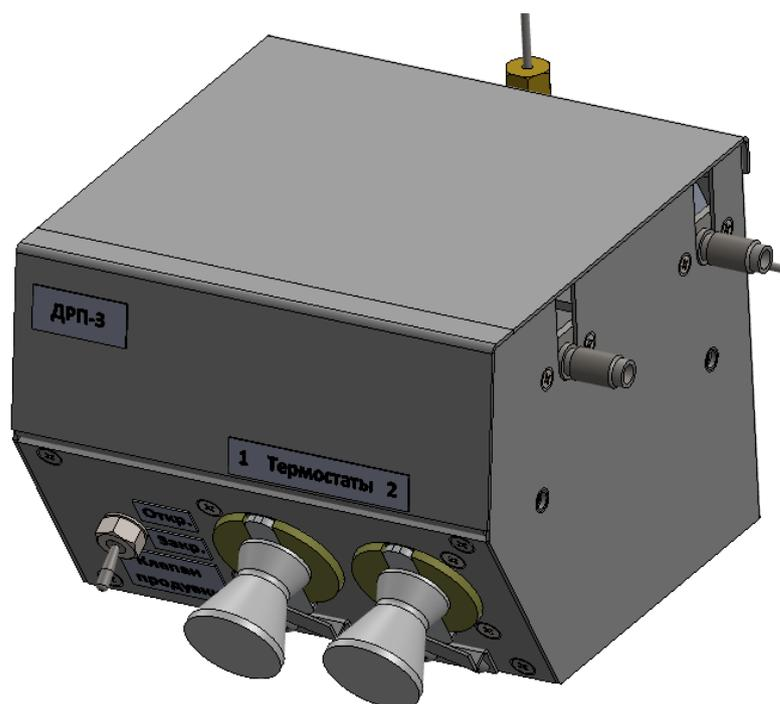

Рисунок 1 – Общий вид ДРП.
– При помощи дросселя Др1 (см. рисунок 5) настроить расход в линии РГП-ГНЗ в пределах от 3 до 5 см³/мин. Для этого установить в правую ячейку термостата Т1 (см. рисунок 5) на иглу И1 (см. рисунок 5) контейнер с герметичным флаконом. Закрыть клапан Кл1 (см. рисунок 5) (перевести ручку тумблера 1 (см. рисунок 1) в положение «Закрыто»). В ПО «ХРОМОС» задать давление накачки по линии РГП-ГНЗ в соответствии с рекомендациями методики измерений (обычно от 0,2 до 3 кгс/см²). Вращая ручку дросселя 5 (см. рисунок 4) установить значение расхода в линии РГП-ГНЗ от 3 до 5 см³/мин по показаниям в ПО «ХРОМОС». **Внимание! Поворачивать ручку дросселя следует плавно. Не допускается прилагать чрезмерных усилий при закручивании ручки до упора, это может привести к поломке дросселя.**